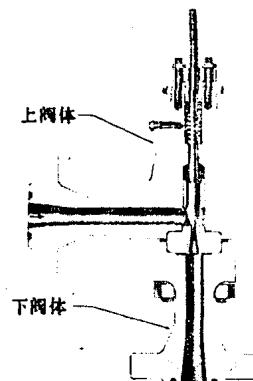

图 1-6 分裂式阀体
**球形阀(Globe Valve)**:一种阀门结构型式,它带有一个或多个阀口的线性流动控制构件,其特性通常由围绕阀口区域的球形空腔的形状予以区分。(球形阀可进一步分为:单孔两通道型,图 1-16;两孔两通道型,图 1-24;角式,图 1-17;三通道型,图 1-26;分裂阀体型,图 1-6;笼套导向不平衡型,图 1-1;笼套导向平衡型,图 1-21)。
**下部阀体(Lower Valve Body)**:安置阀门内件的一半壳体,并带有一个通流接口。(在分裂式的阀体结构中,阀座环一般夹紧在上下阀体之间,如图 1-6 所示)。
**上部阀体(Upper Valve Body):**安置阀门内部零件的一半壳体,并有一个流道接口。(通常包括有防沿阀杆漏泄的密封装置,和便于在分离式阀体上安置执行器的构架,见图 1-6。)。